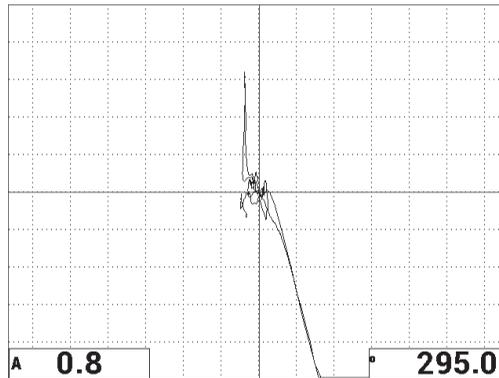

Abbildung 6-35 Erneutes Abtasten der Ablösung und des reparierten Bereichs
9. Drücken Sie auf die Direktzugriffstaste FREEZE (❄️), um die Datenerfassung freizugeben. Drücken Sie auf die Taste FULL NEXT (➡️), um den Vollbildschirmmodus anzuzeigen und tasten Sie erneut langsam die Ablösung und den reparierten Bereich ab (siehe Abbildung 6-35 auf Seite 159).